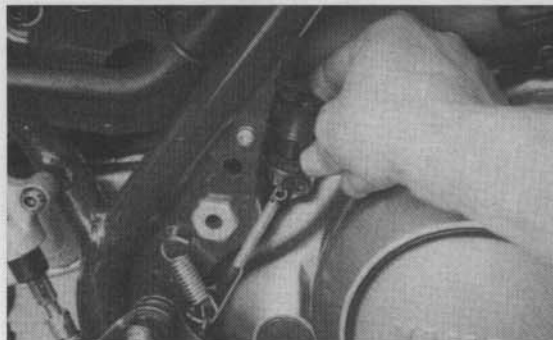

Bild 45
- Bremslichteinstellung: Vorderer Bremslichtschalter kann nicht eingestellt werden. Hinterer sollte in Aktion treten, bevor Bremswirkung der Hinterradbremse einsetzt. Einstellung durch Drehen der Rändelmutter von Hand vornehmen (Bild 45).